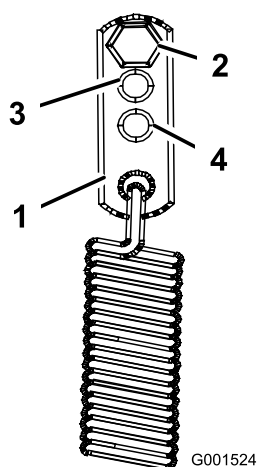

Figura 43
3. Para un ajuste más duro, vuelva a colocar los anclajes de los muelles en las posiciones de servicio medio o pesado (Figura 43). Los anclajes de los muelles se fijan a la esquina superior trasera de los protectores de la transmisión hidrostática en cada lado de la máquina.
La palanca del freno de estacionamiento está situada en el lado derecho de la máquina (Figura 43). Si el freno de estacionamiento no inmoviliza la máquina, ajústelo.